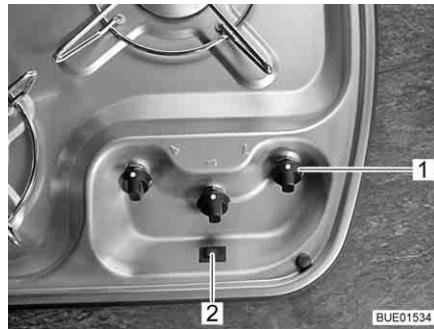
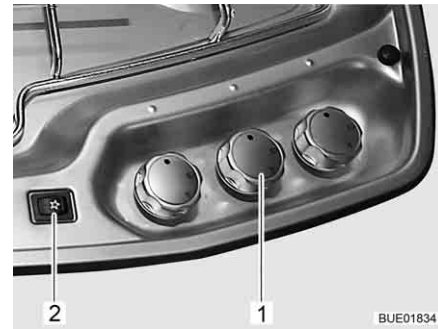

Fig. 199 Boutons de commande pour le réchaud à gaz (Viseo)
Fig. 200 Boutons de commande pour le réchaud à gaz (Elegance)
- Tourner le bouton tournant (Fig. 199,1 ou Fig. 200,1) du brûleur désiré en position d'allumage (grande flamme).
- Appuyer sur le bouton d'allumage (Fig. 199,2 ou Fig. 200,2). Le brûleur produit des étincelles.